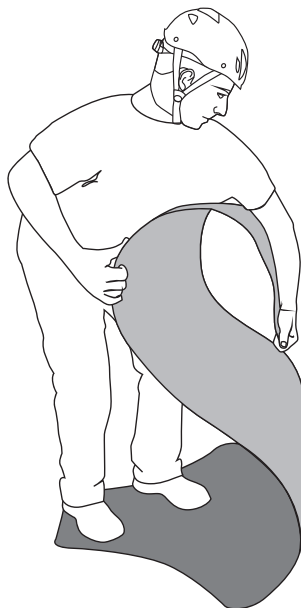

Fig.5
- Togliere il telo **“ROLLY”** dalla sacca di trasporto (O) e rimuovere la fettuccia con cricchetto (N),
- distendere il piano d'appoggio (A) e renderlo piatto riavvolgendo al contrario le estremità e piegando la parte centrale (fig. 5),